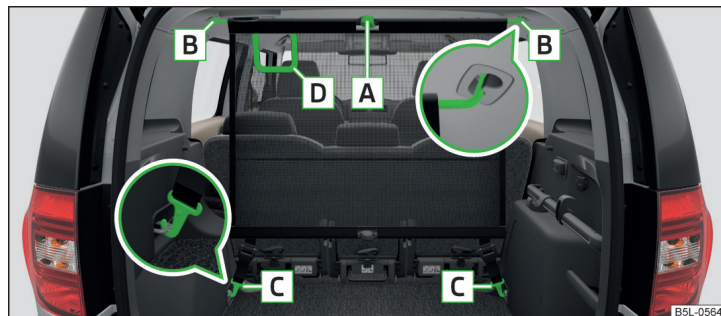

Fig. 105 Utilizarea peretelui despărțitor din spatele banchetei din spate
- Așezați bara transversală în prinderea [B] » fig. 105, mai întâi într-o parte și apăsați-o spre înainte. Așezați în mod similar bara transversală în cealaltă parte, în prinderea [B].
- Slăbiți chingile de pe ambele părți și desfaceți carabinele [C] » fig. 105.
- Apăsați tasta roșie a articulației [A] » fig. 105 - articulația se slăbește.
Orificiul **D** » fig. 105 din peretele despărțitor cu plasă servește la trecerea centurii de siguranță cu prindere în trei puncte » pagina 13.